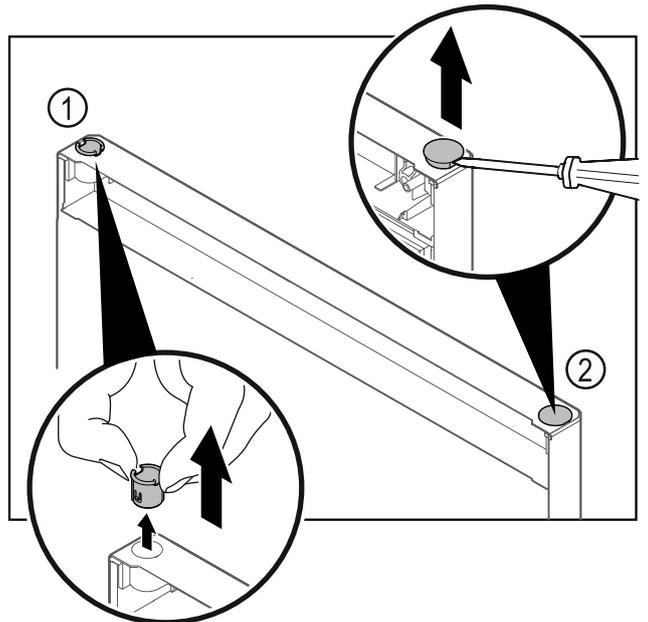

Fig. 22 Дверцята холодильного відділення
- ▶ Витягніть шарнірну втулку Fig. 22 (1) пальцями.
- ▶ За допомогою шліцевої викрутки обережно підніміть заглишку Fig. 22 (2) та витягніть її.